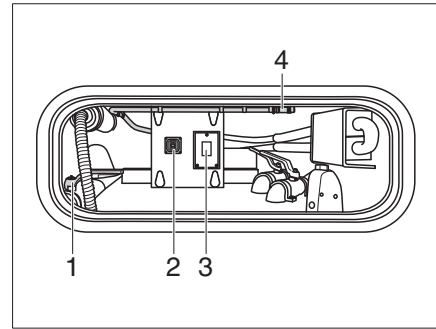

Fig. 354 Rincer la cassette des toilettes avec broyeur (vue dans le compartiment de rangement)
- Ouvrir le robinet de vidange (Fig. 354,1).
- Appuyer sur l'interrupteur (Fig. 354,3).
- Actionner l'interrupteur (Fig. 354,2) pour la pompe de vidange.
- Décrocher le tuyau de nettoyage du réservoir (Fig. 354,4) dans le compartiment de rangement et le brancher à un raccord d'eau.
- Après le rinçage, détacher le raccord d'eau et ranger le tuyau de nettoyage du réservoir (Fig. 354,4).
- Fermer le robinet de vidange (Fig. 354,1).